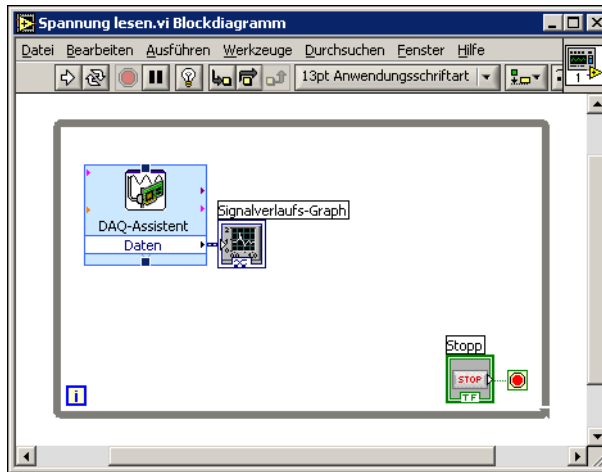

Abbildung 4-2. Blockdiagramm des VIs "Spannungssignale erfassen"
8. Platzieren Sie um das Express-VI “DAQ-Assistent” und den Signalverlaufgraphen eine While-Schleife. Ihr Blockdiagramm sollte jetzt in etwa aussehen wie Abbildung 4-2.